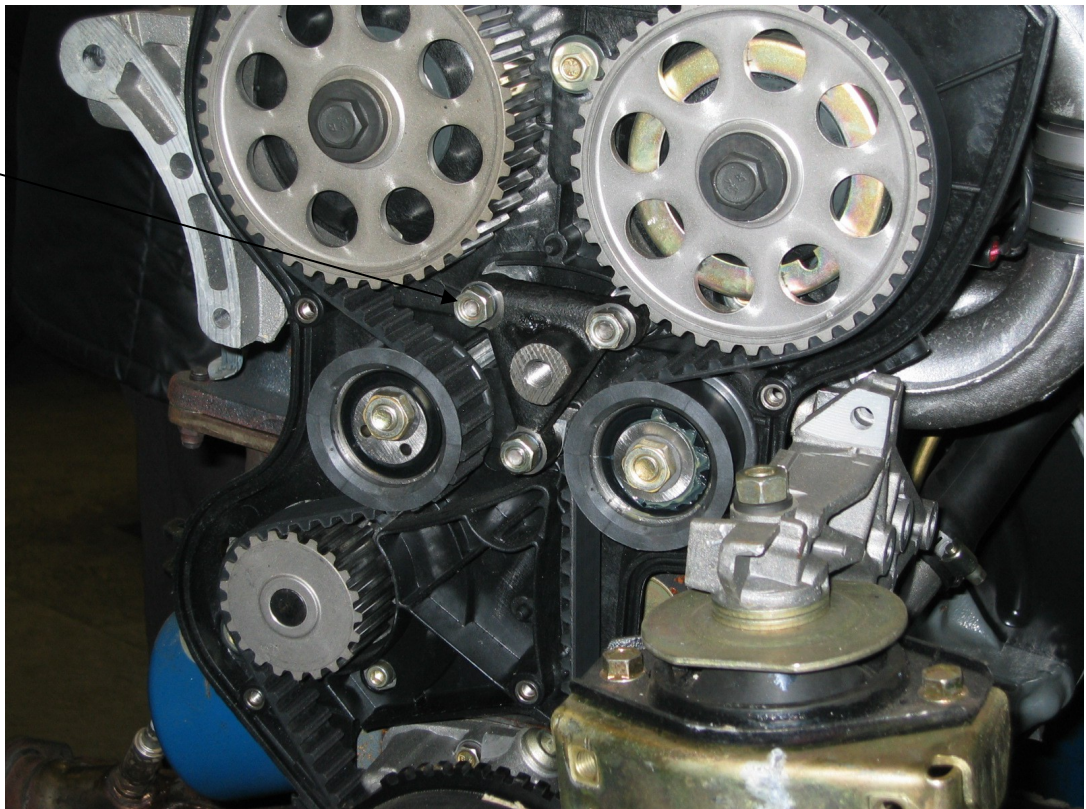

Рисунок 4
- 2.5 Изготовить отверстие в крышке ГРМ см. рисунок 4.
- 2.7 Установить кронштейн крепления натяжного ролика. Гайки затянуть крутящим моментом 15...24,2 Н·м см. рисунок 4.